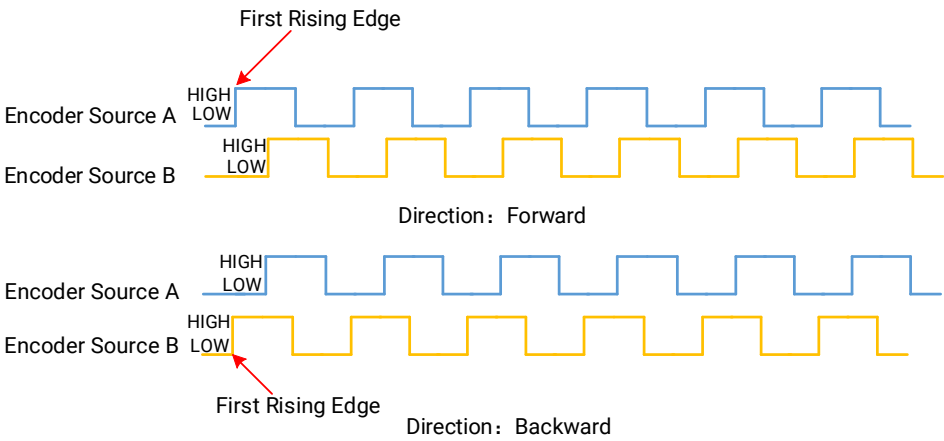

图5-24 判断信号方向工作原理
3. 在 *Encoder Trigger Mode* 参数处选择轴编码器信号触发模式，不同触发信号模式的输出信号工作原理如图 5-24 所示，触发信号模式参数设置如下图所示。